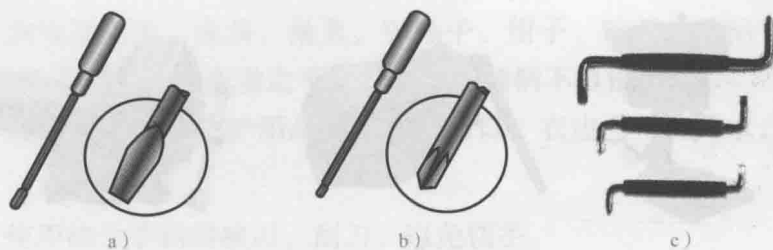

图 1-3 部分螺钉旋具
(2) 螺钉旋具 螺钉旋具（图 1-3）主要用于旋紧或松脱螺纹连接件。